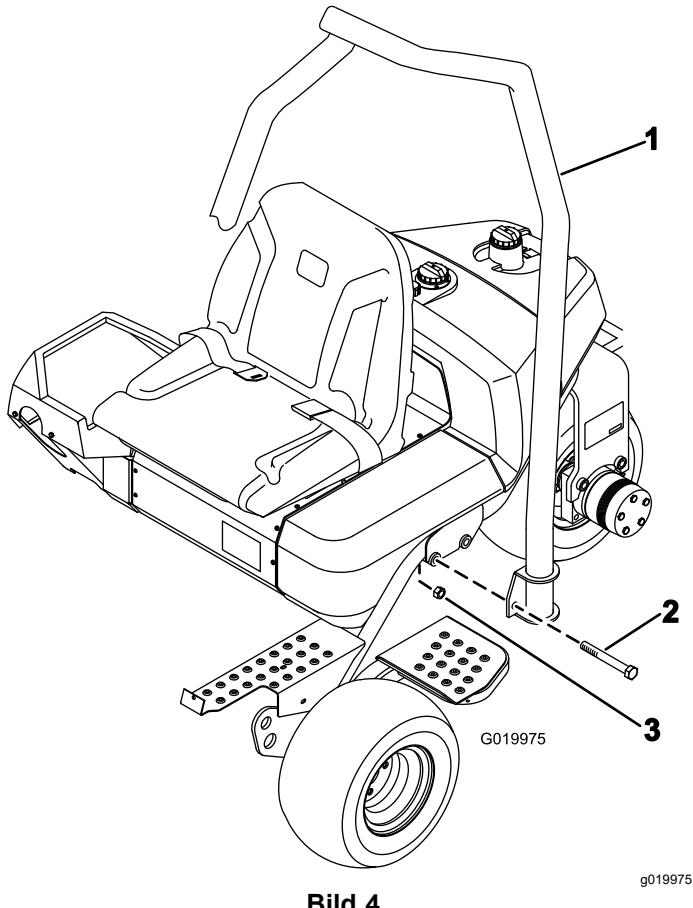

Bild 4
1. Positionieren Sie den Überrollbügel so, dass die Oberseite des Rohrs zur Vorderseite der Maschine gekrümmmt ist (Bild 4).
2. Senken Sie den Überrollbügel auf den Rahmen ab und fluchten ihn mit den Befestigungslöchern aus (Bild 4).
3. Befestigen Sie jede Seite des Überrollbügels mit zwei Schrauben ($\frac{5}{8}$ " x 4 $\frac{1}{2}$ "') und Sicherungsmuttern am Rahmen, wie in Bild 4 abgebildet.